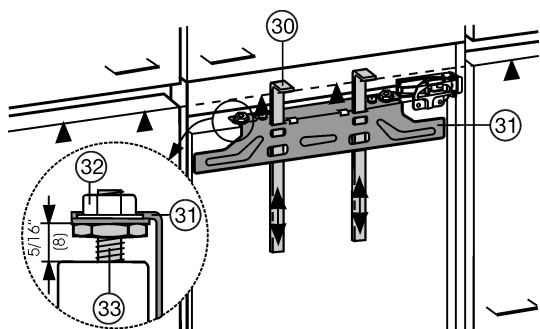

Fig. 19
- ▶ Pousser les gabarits de montage Fig. 19 (30) vers le haut à hauteur de la porte du meuble. Arête inférieure ▲ du gabarit de montage = arête supérieure de la porte de meuble à monter.
- ▶ Dévisser la traverse de fixation Fig. 19 (31) sur les contre-écrous Fig. 19 (32).